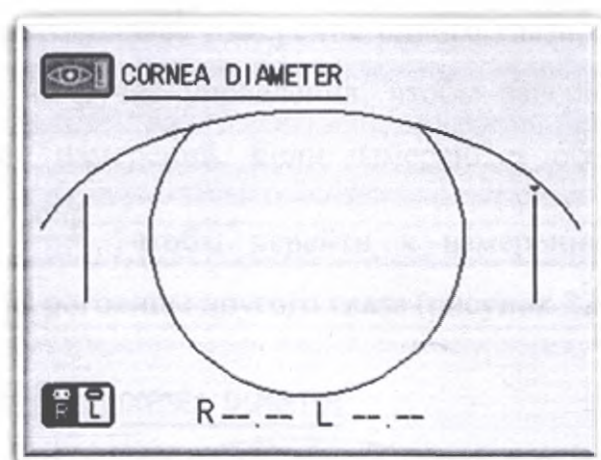

Рисунок 20 – Экран измерения диаметра роговицы
5) Убедитесь, что значок позиции линейки позиционирования расположен верно, нажмите кнопку измерения, значок переместится в правую позицию (рисунок 20).
6) Используя те же действия, с шага 4, перемещайте значок видео коммутатора (рисунок 20).